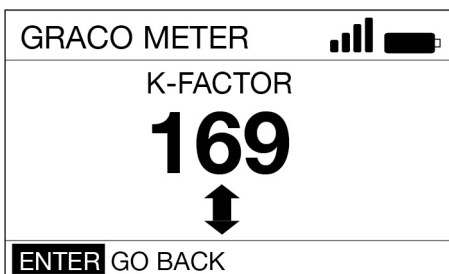

FIG. 26
8. Observera den aktuella K-FACTOR som visas. I exemplet i FIG. 26 är K-FACTOR 169.